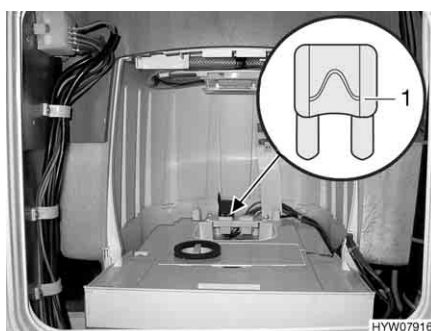

Fig. 62 Fusibile della toilette Thetford
- Sostituire il fusibile (Fig. 62,1).